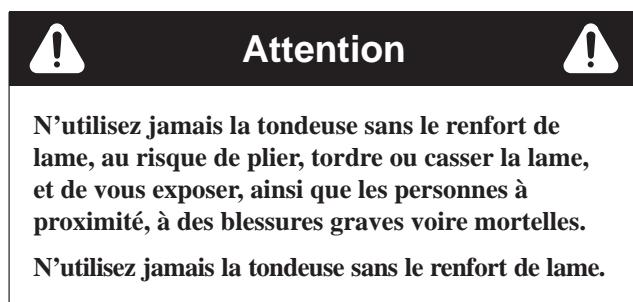

Figure 28
1. Vérifiez l'équilibre de la lame en enfiler le trou central sur un clou ou la tige d'un tournevis serré horizontalement dans un étai (Fig. 28).